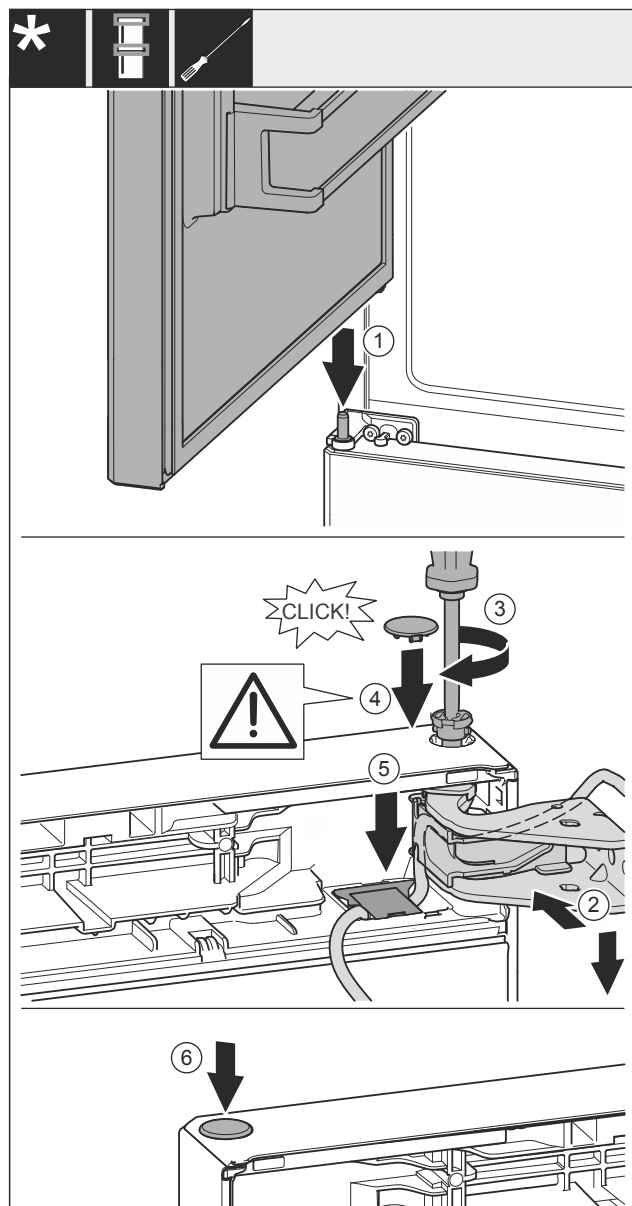

Fig. 60
- ▶ Aşezaţi uşa superioară pe bolţul central de lagăr Fig. 60 (1).
- ▶ Aliniaţi uşa sus spre deschizătură în suportul de lagăr Fig. 60 (2).
- ▶ Introduceţi bolţul Fig. 60 (3) şi înşurubaţi-l ferm cu şurubelniţa.
- ▶ Montaţi capacul Fig. 60 (4).
- ▶ Controlaţi să fie capacul Fig. 60 (4) aşezat pe uşă.
- ▶ Introduceţi capacul Fig. 60 (5) şi apăsaţi în jos până când se fixează în poziţie.
- ▶ Montaţi capacul Fig. 60 (6).